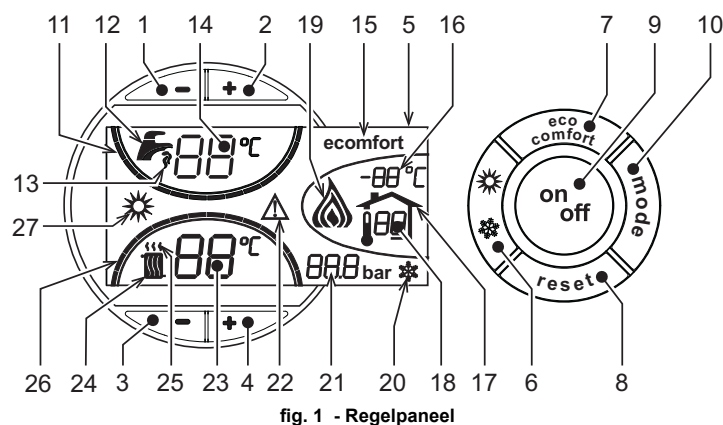
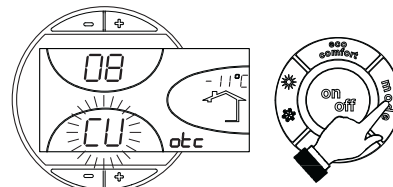
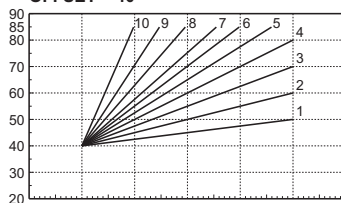

fig. 1 - Regelpaneel
fig. 11 - Kromming stookklijn
fig. 14 - Voorbeeld van parallele verplaatsing van de compensatiecurven
Het verzoek om verwarming (door de Omgevingsthermostaat of de Timerafstandsbediening) wordt aangegeven door het knipperen van de warme lucht boven de radiator (det. 24 en 25 - fig. 1).
De streepjes die de verwarmingsgraad aangeven (det. 26 - fig. 1) gaan branden naarmate de temperatuur van de verwarmingsensor de ingestelde waarde dichterbij komt.
Het verzoek om sanitair water (naar aanleiding van gebruik van warm sanitair water) wordt aangegeven door het knipperen van het warme water onder de kraan (det. 12 en 13 - fig. 1). Controleer of de functie Comfort geactiveerd is (det. 15 - fig. 1).
De streepjes die de graad van het sanitaire water aangeven (det. 11 - fig. 1) gaan branden naarmate de temperatuur van de sensor van het sanitaire water de ingestelde waarde dichterbij komt.
Wanneer de verwarming van de boiler actief is (standaardinstelling), is het symbool COMFORT op het display actief (det. 15 - fig. 1), terwijl als deze uitgeschakeld is, op het display het symbool ECO actief is (det. 15 - fig. 1).
De gebruiker kan de boiler uitschakelen (modus ECO) door te drukken op de toets **eco/comfort** (det. 7 - fig. 1). Om de modus COMFORT te activeren nogmaals drukken op de toets **eco/comfort** (det. 7 - fig. 1).
Druk 1 seconde op de toets **on/off** (detail 9 - fig. 1).
Druk nogmaals 1 seconde op de toets **on/off** (detail 9 - fig. 1) om de ketel weer aan te zetten.
Druk 1 seconde op de toets **zomer/winter** (detail 6 - fig. 1).
Op het display wordt het symbool Zomer (detail 27 - fig. 1) actief: de verwarmingsketel levert uitsluitend warm water. Het antivriessysteem blijft actief.
Druk weer 1 seconde op de toets **zomer/winter** (detail 6 - fig. 1) om de modus Zomer te deactiveren.
Bedien de **verwarmingstoetsen** (detail 3 en 4 - fig. 1) om de temperatuur te variëren van minimaal 30 °C tot maximaal 80 °C.
-/+ Bedien de toetsen voor sanitair water fig. 1 (detail 1 en 2 -) om de temperatuur te variëren van minimaal 10°C tot maximaal 65°C.
Wanneer de externe temperatuursonde (optioneel) wordt geïnstalleerd, wordt op het display van het bedieningspaneel (detail 5 - fig. 1) de werkelijke, door de sonde gemeten buitentemperatuur weergegeven. Het regelsysteem van de verwarmingsketel werkt met "Weersafhankelijke Temperatuur". In deze modus wordt de temperatuur van de verwarmingsinstallatie gereguleerd overeenkomstig de externe weersomstandigheden, zodat gedurende het hele jaar verhoogd comfort en energiebesparing wordt gegarandeerd. Namelijk bij toename van de buitentemperatuur wordt de uitgangstemperatuur van de installatie volgens een vastgestelde "compensatiecurve" verlaagd.
Bij regeling met Weersafhankelijke temperatuur wordt de temperatuur die ingesteld is met de verwarmingstoetsen -/+ (detail 3 en 4 - fig. 1) de maximum uitgangstemperatuur van de installatie. Aanbevolen wordt om de maximumwaarde in te stellen, zodat het systeem bij het regelen gebruik kan maken van het gehele functioneringsbereik.
Door eenmaal op de toets **mode** (detail 10 - fig. 1) te drukken wordt de huidige compensatiecurve (fig. 11) afgebeeld en kan ze gewijzigd worden met de **toetsen sanitair water** (detail 1 en 2 - fig. 1).
Door te drukken op de **verwarmingstoetsen** (detail 3 en 4 - fig. 1) wordt toegang verkregen tot parallelle verplaatsing van de curven (fig. 14), die gewijzigd kan worden met de **toetsen sanitair water** (detail 1 en 2 - fig. 1).
Druk nogmaals op de toets **mode** (detail 10 - fig. 1) om de modus voor afstellen van parallelle verplaatsing van de curven af te sluiten.